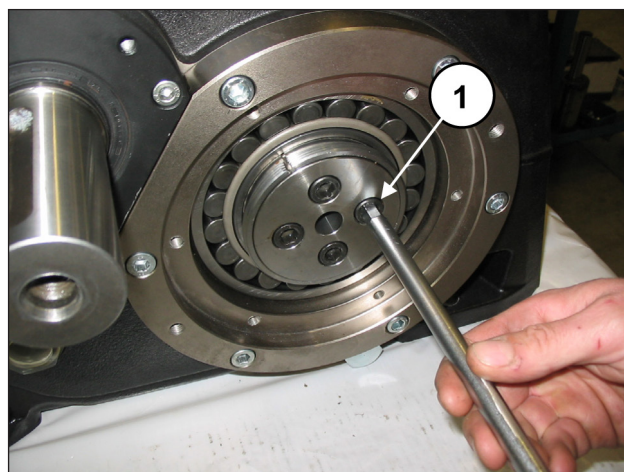

Fig. 88
Fijar las dos bridas que bloquean el casquillo al eje acodado con 4+4 tornillo M12x25 (pos. ①, Fig. 88).